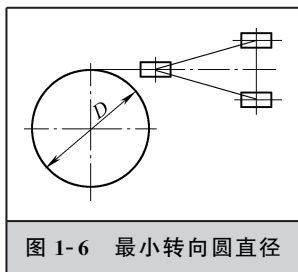

图 1-6 最小转向圆直径
(3) 最小转向圆直径 D (图 1-6) 指车辆在低速行驶时，方向转到极限位置，转向轮印记中心所形成轨迹圆的直径。